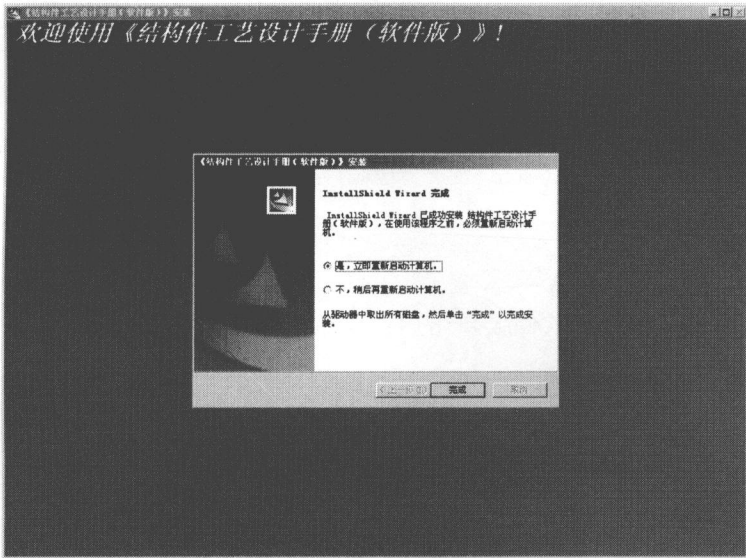

图 1-11 安装程序的结束界面
(10) 最后，屏幕上显示如图 1-11 所示的安装程序的结束界面。单击“完成”按钮，完